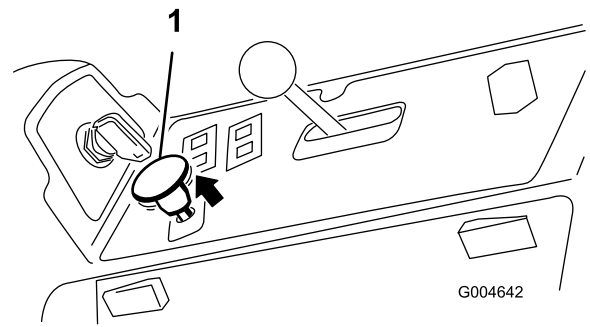

図 23
3. PTO スイッチを引くと PTO が作動を開始する(図 23)。